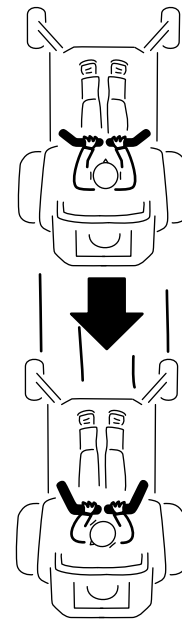

Figura 27
2. Per fare marcia indietro tirate lentamente indietro le leve di controllo del movimento (Figura 27).